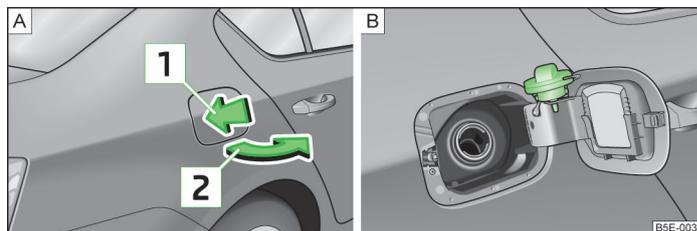

Abb. 144 Fahrzeugseite hinten rechts: Tankklappe öffnen / Tankklappe mit aufgeschraubtem Verschluss
Auf der Innenseite der Tankklappe sind die für Ihr Fahrzeug vorgeschriebenen Kraftstoffsorten angegeben » Abb. 144 auf Seite 172 - [B].
- Auf die Tankklappe in Pfeilrichtung [1] drücken » Abb. 144.
- Den Tankverschluss linksherum herausdrehen und in die Bohrung an der Tankklappe stecken » Abb. 144 - [B].